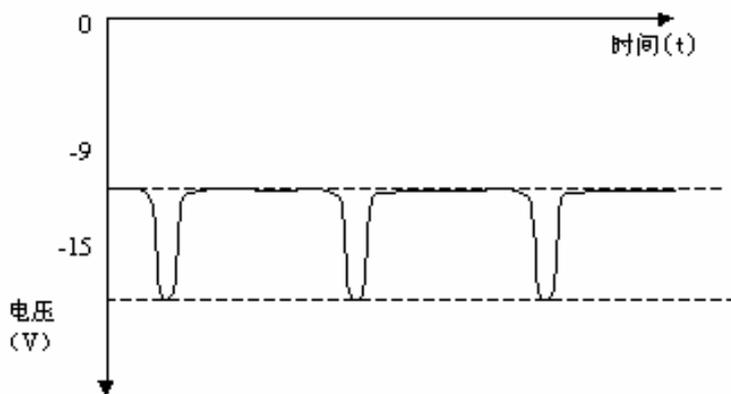

图 4-1 键相传感器信号示例
(1) 测量监测分站主机后面板的相应键相通道是否有 GAP 电压，如果无 GAP 电压，检查键相传感器是否工作正常，连线是否松动等。
(2) 如果测量有 GAP 电压，首先检查 GAP 电压极性与键相设置极性是否一致。
(3) 如果以上两项均正确时，则问题可能出在 WEB8000 服务器系统设置中的有关键相设置的“电平设置”和“电压范围高（低）”等几项。具体如下：
- b. 系统设置中——键相设置中的“电平设置”是否设置正确，“电平设置”应为键相信号交流分量最大值的 50%~70%之内；如某传感器信号如图 4-1 所示。